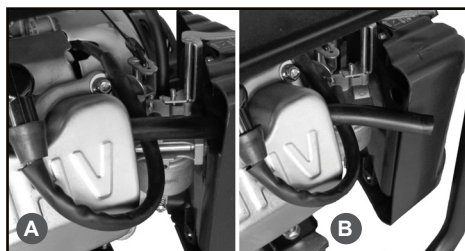

Рис. 9 Трубка сапуна
2. Отсоедините трубку сапуна (вентиляции картера) от крышки клапанов двигателя и корпуса воздушного фильтра (Рис. 9А).
3. Вставьте трубку сапуна коротким концом в отверстие в крышке клапанов двигателя, а свободный длинный конец трубки направьте вниз или вбок (Рис. 9 В). Отверстие в корпусе воздушного фильтра необходимо заглушить.